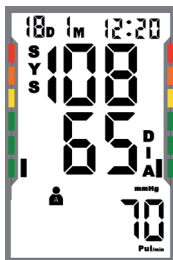

Abb. 7a
- Danach erscheint kurz der zuletzt gespeicherte Wert mit dem dazugehörigen Benutzer „A“ oder „B“ (s. Abb. 7a). Sie können das Benutzerprofil wechseln, indem Sie den Schalter an der rechten Seite des Gerätes in die jeweilige Position schieben.